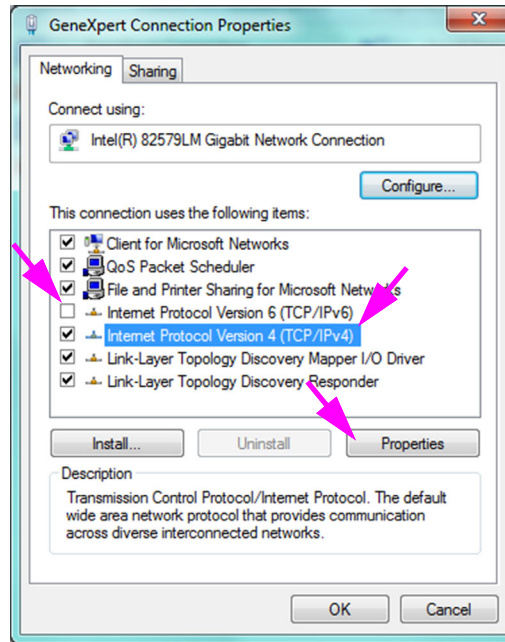

Figura 2-42. Ecrã GeneXpert Connection Properties (Propriedades de ligação do GeneXpert)
- No ecrã GeneXpert Connection Properties (Propriedades de ligação do GeneXpert) (apresentado na figura 2-42), desmarque a caixa de verificação junto a **Internet Protocol Version 6 (TCP/IPv6) [Protocolo IP Versão 6 (TCP/IPv6)]**. Seleccione **Internet Protocol Version 4 (TCP/IPv4) [Protocolo IP Versão 4 (TCP/IPv4)]**, e clique em **Properties (Propriedades)**. Abre-se o ecrã de propriedades do Protocolo IP Versão 4 (TCP/IPv4).